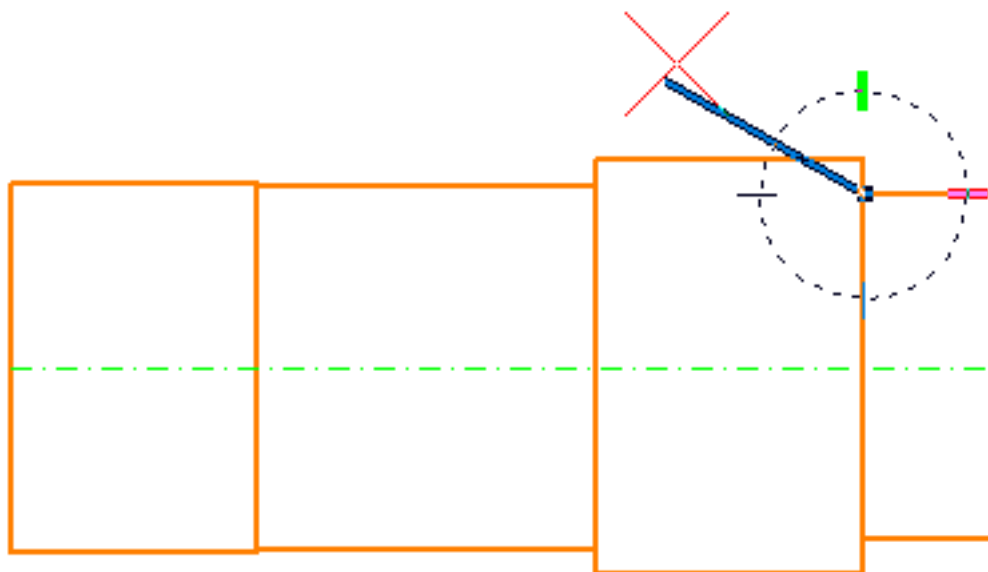

рис. 53
- Привяжитесь к левому верхнему углу второго прямоугольника (рис. 53).
- Расположите линию любой длины (рис. 53).